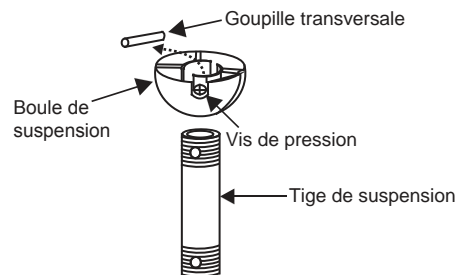

Fig. 7
**Étape 5.** Retirez la boule de suspension de la tige de fixation en desserrant la vis de blocage, en dévissant et en retirant la goupille transversale et en retirant la boule de la tige (Fig. 7).